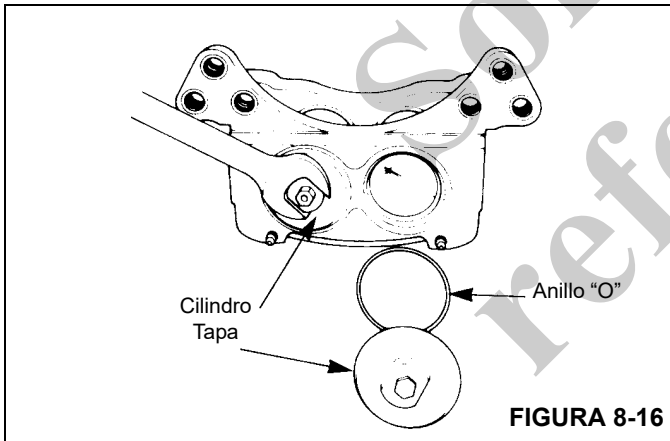

FIGURA 8-16
7. Retire las tapas del cilindro de la caja usando una llave de tuercas de boca. Retire y bote los anillos "O" (Figura 8-16).